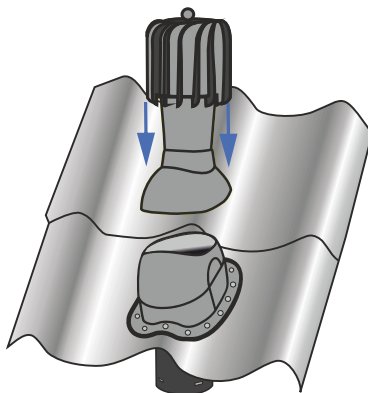

Рис.6
7. Установите трубу и отрегулируйте вертикальное положение (рис.6). Если угол уклона кровли больше 45° - обработайте острым ножом нижнюю часть трубы, препятствующую наклону.